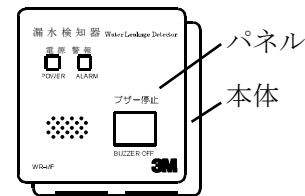

図2 パネル
- 2) 検知器を固定するときは、パネルを外して本体をアウトレットボックスにネジで固定した後、パネルをはめてください。(図2)